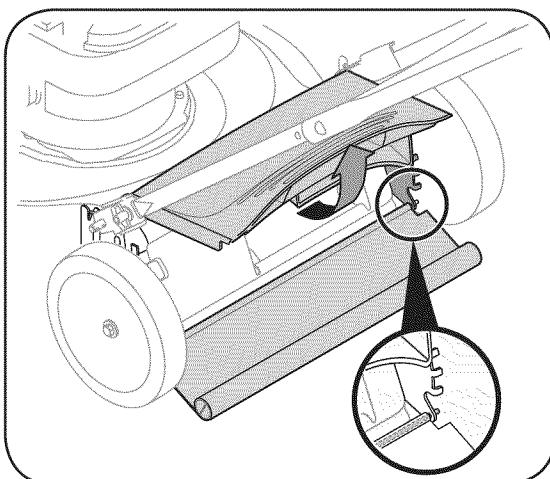

Figura 5-2
- Para quitar la tapa trasera, levante la puerta trasera, y la tapa de prensa en ambos lados para quitar del agujero. Ver la Figura 5-2.